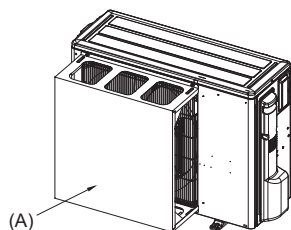
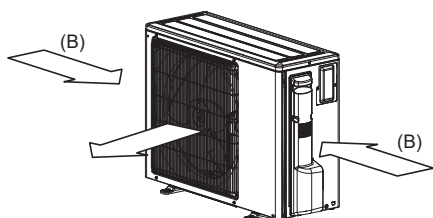

Fig. 2-5
Fig. 2-6
- (2) Installer en valgfri luftledeskærm, hvis enheden installeres på et sted, hvor kraftig vind fra en storm eller lignende kan blæse direkte ind i luftudgangen. (Fig. 2-5)
- (A) Luftledeskærm
- (3) Anbring om muligt enheden således, at luftudblæsningen blæser vinkelret på den fremherskende vindretning. (Fig. 2-6)
- (B) Vindretning